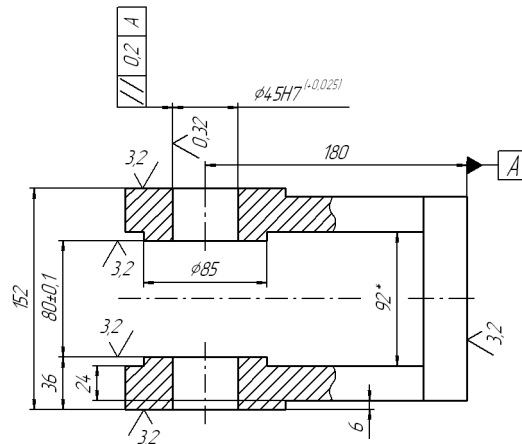

Рис. 51.106.
**Задание.** Проставьте размеры и обозначения на виде сверху (рис. 51.106).